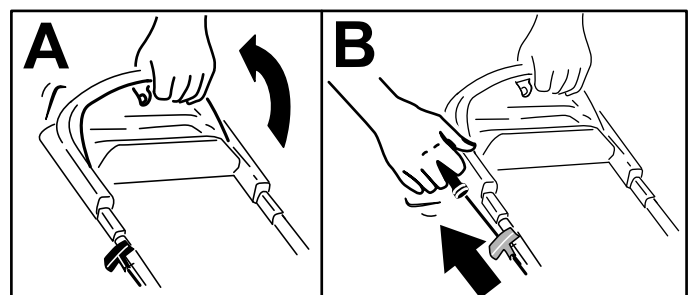

Figura 13
1. Sujete la barra de control de las cuchillas contra el manillar (**Figura 13, A**).
2. Tire suavemente del arrancador de retroceso hasta que note resistencia, luego tire con fuerza y deje que vuelva lentamente a la guía de cuerda del manillar (**Figura 13, B**).